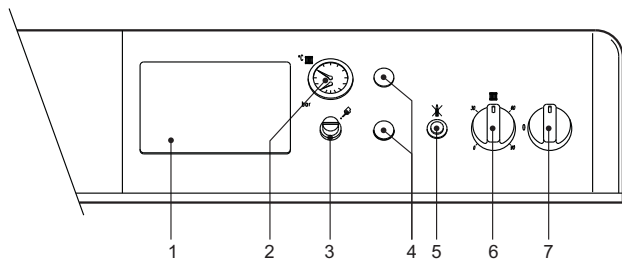

рис. 1 - Панель управления
- Переведите выключатель котла "7" в положение 1 (рис. 1).
Повернув рукотку **6** на рис. 1 по часовой стрелке, температура воды в системе отопления повышается и наоборот. Температуру воды в системе отопления можно регулировать в пределах от 30° до 90°. Однако не рекомендуется эксплуатировать котел при температуре ниже 45°.
Задайте с помощью термостата температуры воздуха в помещении нужную температуру внутри помещения. При поступлении команды от комнатного термостата котел включается, обеспечивая нагревание воды в системе отопления до температуры, заданной регулирующим термостатом **6** дс рис. 1. При достижении в помещении желаемой температуры котел выключается.